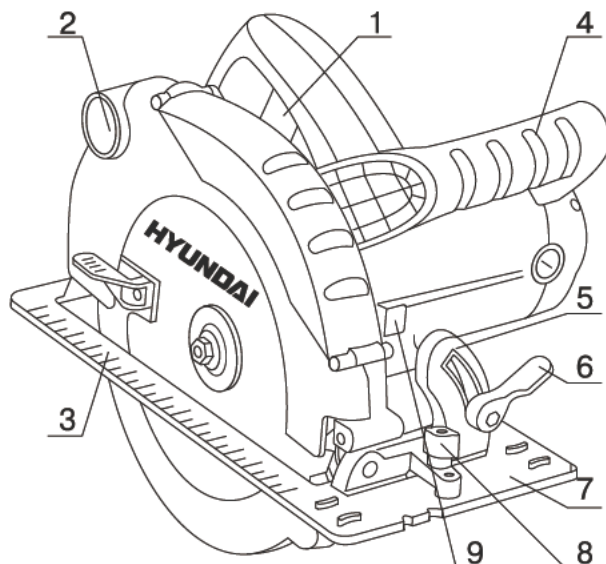

рис. 1
- Заблокируйте шпиндель рычагом блокировки (рис. 1 позиция 9), находящимся на корпусе инструмента.
- Отпустите регулировочный винт (рис. 1 позиция 8).
- Затяните регулировочный винт (рис. 1 позиция 8).
Для включения электроинструмента задействуйте сначала кнопку блокировки включения, находящуюся слева от выключателя, затем нажмите выключатель (рис. 1 позиция 1) и отпустите кнопку блокировки. Для выключения пилы отпустите выключатель (рис. 1 позиция 1).